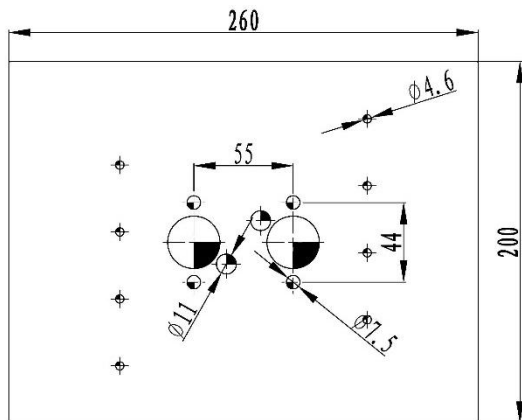
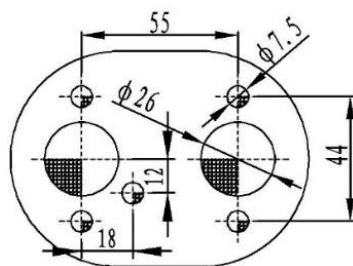

图 11
图 12
5.2.4 主机安装时，在车身安装面上必须有安装孔，尺寸为 230mm×170mm。安装时主机与固定板(图 11)中间必须垫以制造厂提供的专用密封垫(图 12)，并且车身安装面要平整，不平整不能大于 1mm。应使用原厂提供的 4 个 M6 螺母及平垫圈拧紧，其紧固扭矩为 6⁺Nm。